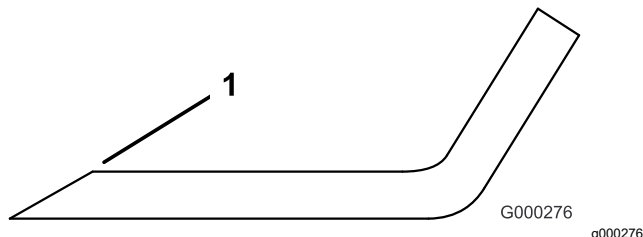

Figura 27
4. Inspecione as extremidades de corte de todas as lâminas e afie-as se apresentarem sinais de desgaste ou ranhuras (Figura 27).
Nota: Afie apenas a zona superior da parte cortante e mantenha o ângulo de corte original para garantir um desempenho eficaz da lâmina (Figura 27). A lâmina manterá o equilíbrio se for retirada a mesma quantidade de metal de ambas as extremidades de corte.